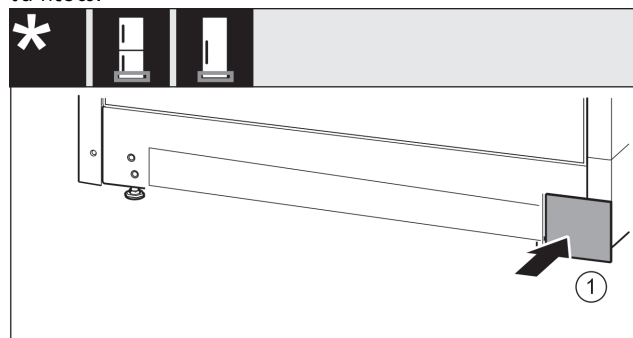

Fig. 19
- Τοποθετήστε ξανά το κάλυμμα Fig. 19 (1) στην άλλη πλευρά.